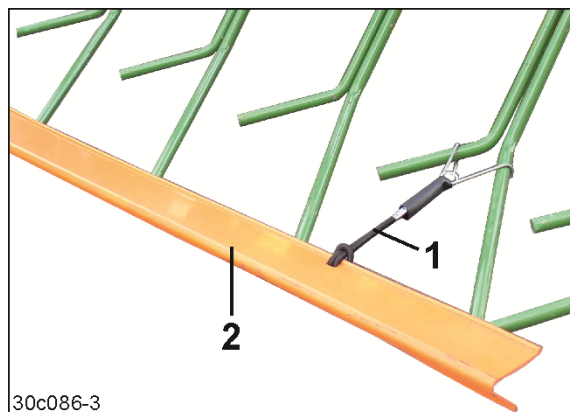

Fig. 177
5. Die Federhalter (Fig. 177/1) dienen zum Befestigen der Verkehrssicherungsleisten (Fig. 177/2).